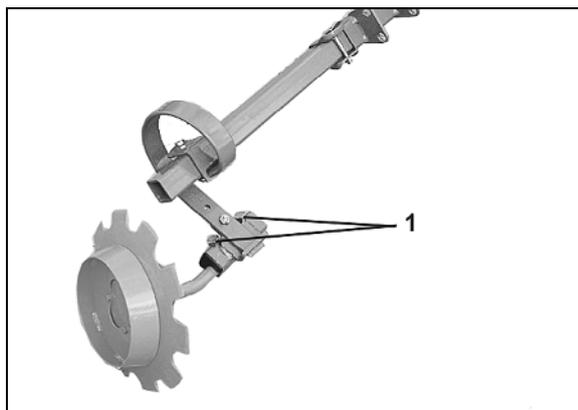

Fig. 110
1. Suelte ambos tornillos (Fig. 110/1)